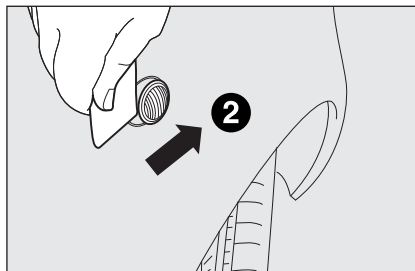

fig. 16b
- ☐ a continuación, hacer palanca hacia la dirección opuesta actuando por la parte trasera (2-fig. 16b) y extraer el grupo **B**;